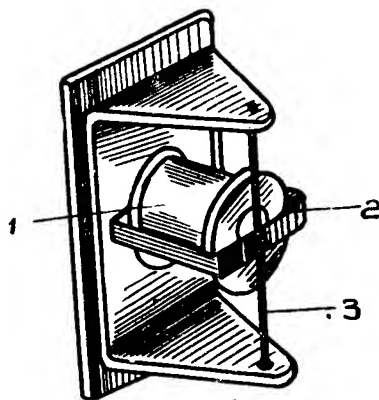

Рис. 2. Гальванометр без кожуха.
Гальванометр (рис. 2) устроен следующим образом. Катушка (1) с сердечником и ярмом (2) составляют электромагнит, в котором создается:
- а) постоянное магнитное поле за счет протекания через катушку (1) постоянной составляющей анодного тока выходной лампы усилителя;